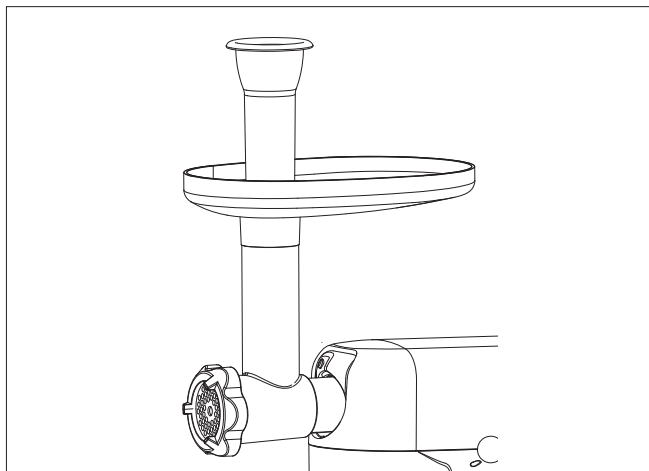

Abb. 18 – Montierter Fleischwolf mit Einfüllschale und Stopfer
3. Stecken Sie die Einfüllschale von oben auf den Einfüllschacht des Schneckengehäuses (siehe Abb. 18).